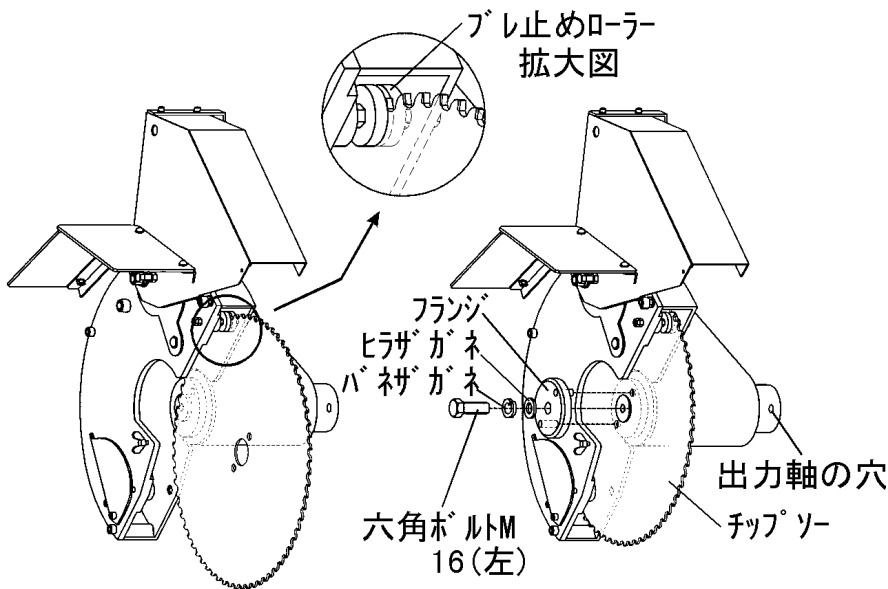

図8
1. チップソーを交換します。図8を参考に部品を取り付けてください。